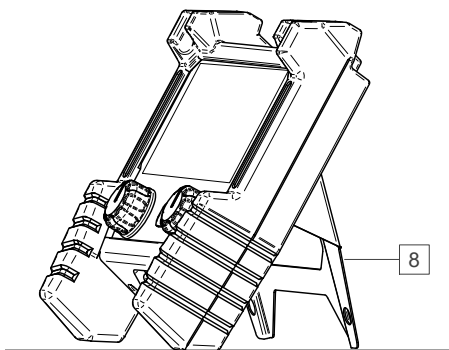

Abbildung 3
- Halterung [8], zur Befestigung des Gerätes auf einer ebenen Fläche, z.B. auf einem Schweißstisch (Abbildung 3).